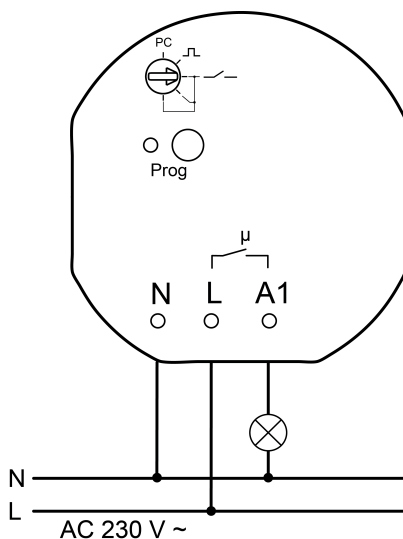
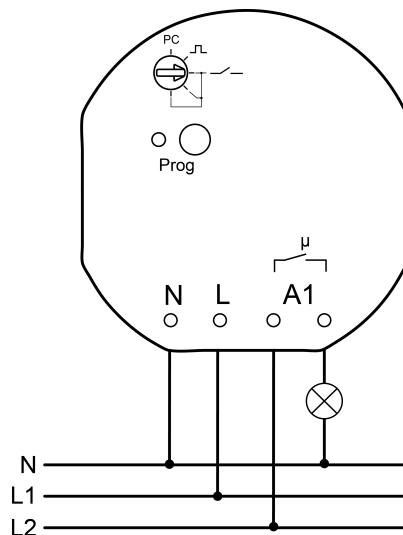

Figura 3: Esempio di collegamento attuatore interruttore radio/attuatore tasto radio
Figura 4: Esempio di collegamento attuatore interruttore radio/attuatore tasto radio privo di potenziale
- Collegare il carico secondo lo schema esemplificativo (figura 3) o (figura 4).